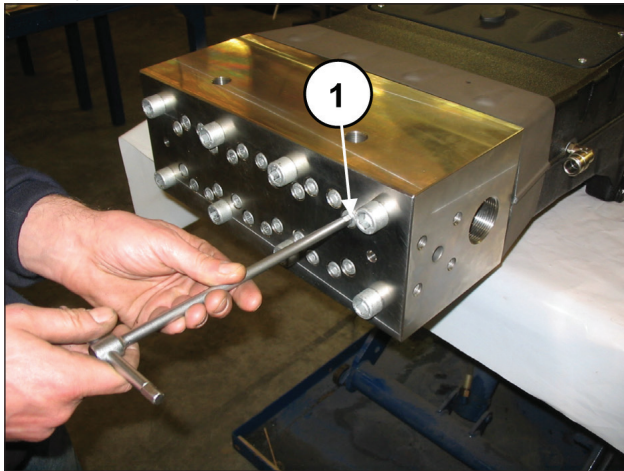
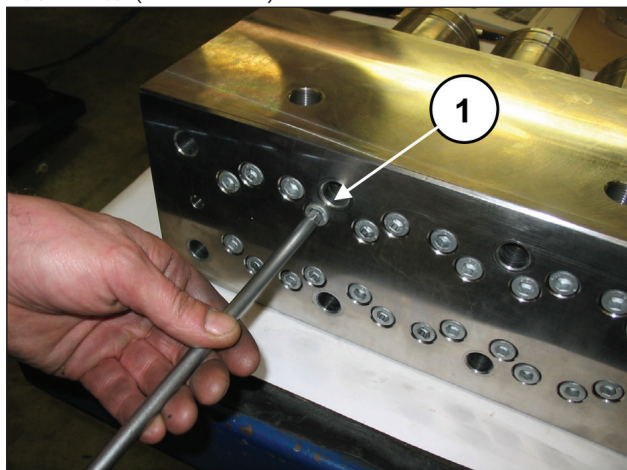
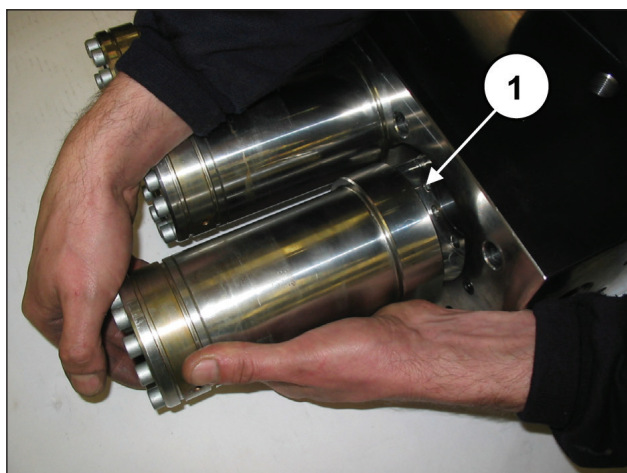

图 106
图 112
图 113
拧松但不拆除将缸套固定到泵头的螺栓 M10x140 (①，图 106)，使之转动顺畅。
拧松将缸套固定到泵头的螺栓 M10x140 (①·图 112)并抽出缸套组件 (①·图 113)。
将泵头与泵缸套定距片从泵壳分开，如2.2.1 一节所述(从图 106 至 图 113)。